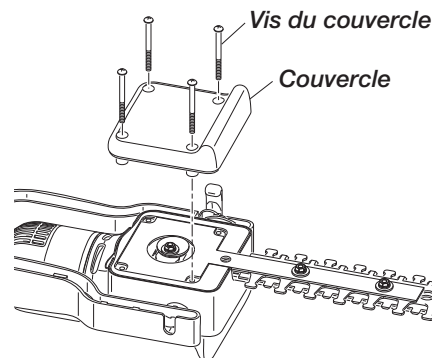

Figure 17 - Retrait du couvercle sous le corps du taille-haie
2. Placez le taille-haie à l'envers sur un plan de travail et retirez les quatre (4) vis du couvercle. Enlevez ensuite le couvercle (consultez la Figure 17).
10. Remplacez le couvercle inférieur et fixez-le au moyen des 4 vis retirées à l'étape 2 (voir la Figure 17). Serrez solidement ces vis.